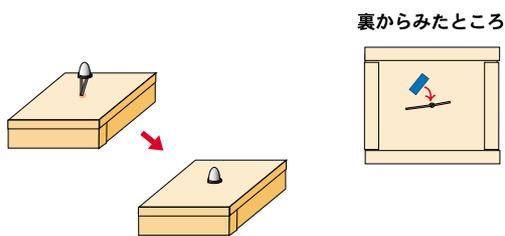

図3
(3) 箱のトップに穴を開け, 発光ダイオードを差し込み, 下からテープを貼って固定させる。(図3)